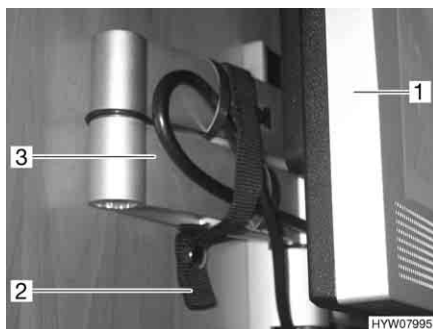

Fig. 7 Televisore (schermo piatto) sul braccio snodato
- Inclinare il televisore (Fig. 7,1) nella posizione iniziale.
- Assicurare il braccio snodato (Fig. 7,3) con la cintura di ritegno (Fig. 7,2).